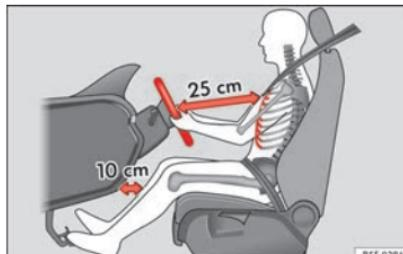

Fig. 84 Distance correcte entre le conducteur et le volant.
- Réglez le volant de sorte que la distance entre celui-ci et votre cage thoracique soit d'au moins 25 cm » fig. 84.
- Réglez le siège du conducteur de manière à laisser une distance minimale de 25 cm entre votre cage thoracique et le centre du volant »» **fig. 84**. Si la distance est inférieure à 25 cm, le système d'airbags ne peut pas vous protéger correctement.